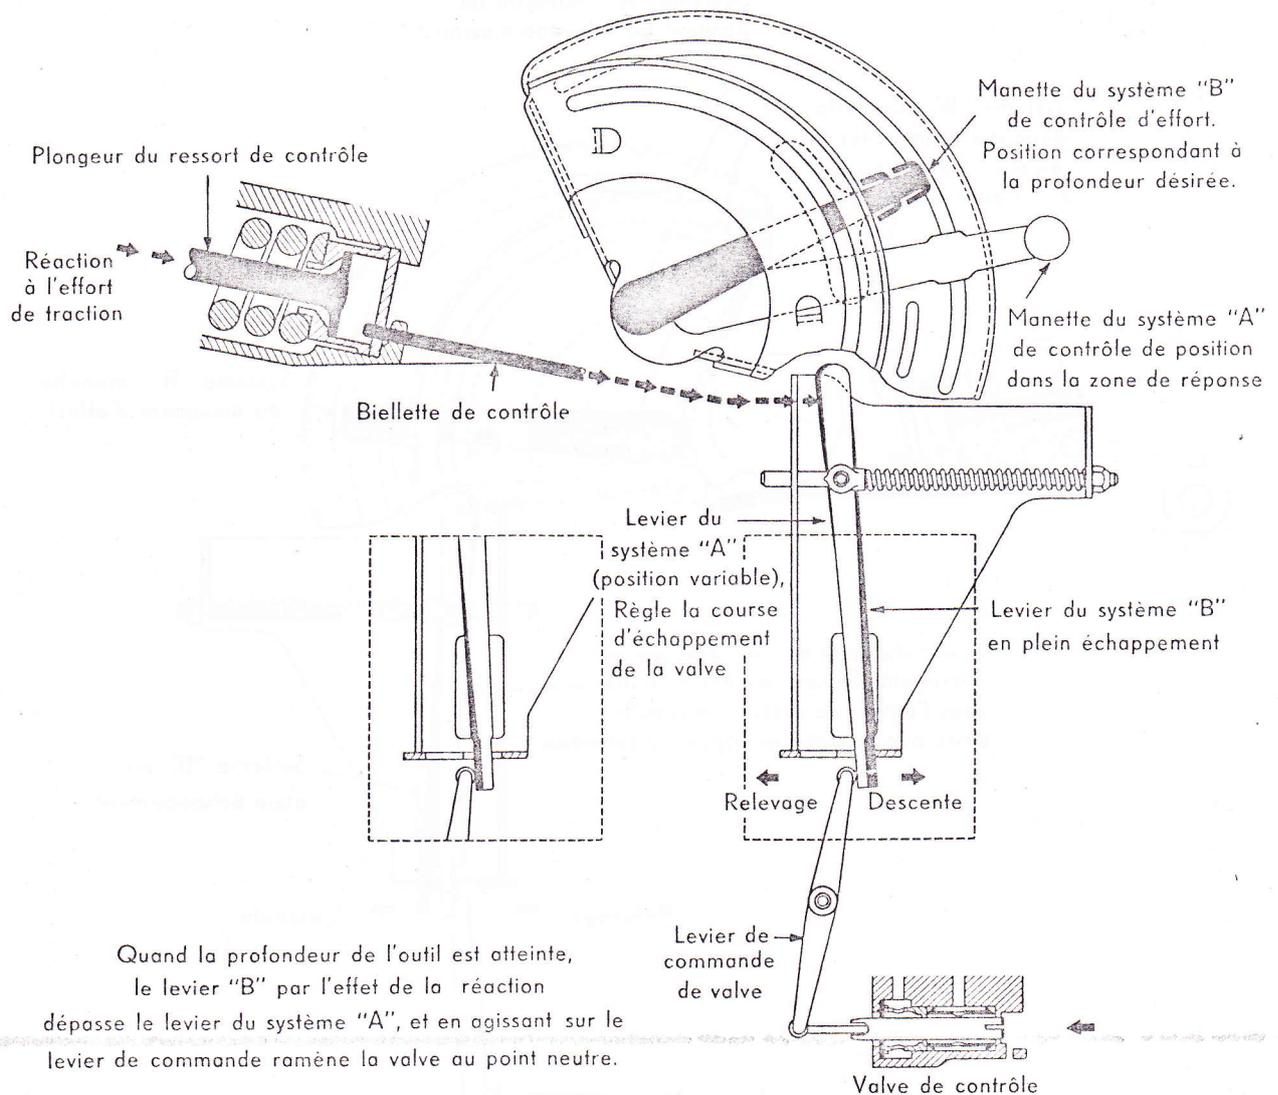

FIG. 21 : CONTROLE D'EFFORT.
1) CONTROLE D'EFFORT (fig. 21).
La manette de contrôle de position doit être placée en dehors de la zone de « Position » pour que la came de l'arbre de relevage n'ait aucune influence sur le fonctionnement de la valve de contrôle. Elle sera donc placée dans la zone « Réponse » ; le levier du système A (fig. 21) servira de butée variable au levier de commande de valve pour régler le déplacement de la valve de contrôle en position d'échappement, déterminant ainsi la vitesse de descente de l'outil. (Voir « Vitesse de Réponse ».)
Il sera donc nécessaire de déplacer la manette de contrôle d'effort en dessous des repères pour éloigner la biellette du plongeur (voir fig. 21) ; dans son déplacement le plongeur devra absorber le jeu ainsi créé avant d'agir sur la biellette et de modifier la position de la valve de contrôle, tandis que l'outil s'enfoncé dans le sol.